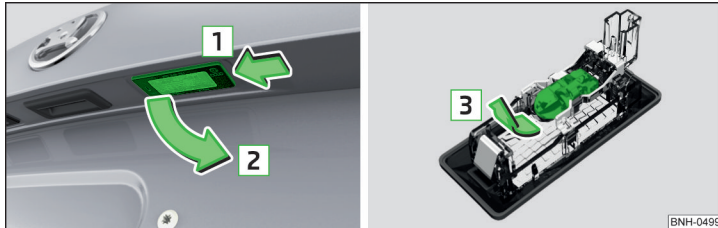

Abb. 190 Kennzeichenleuchte herausnehmen / Glühlampe wechseln
- › Die Leuchte in Pfeilrichtung [1] » Abb. 190 eindrücken, bis diese gelöst ist.